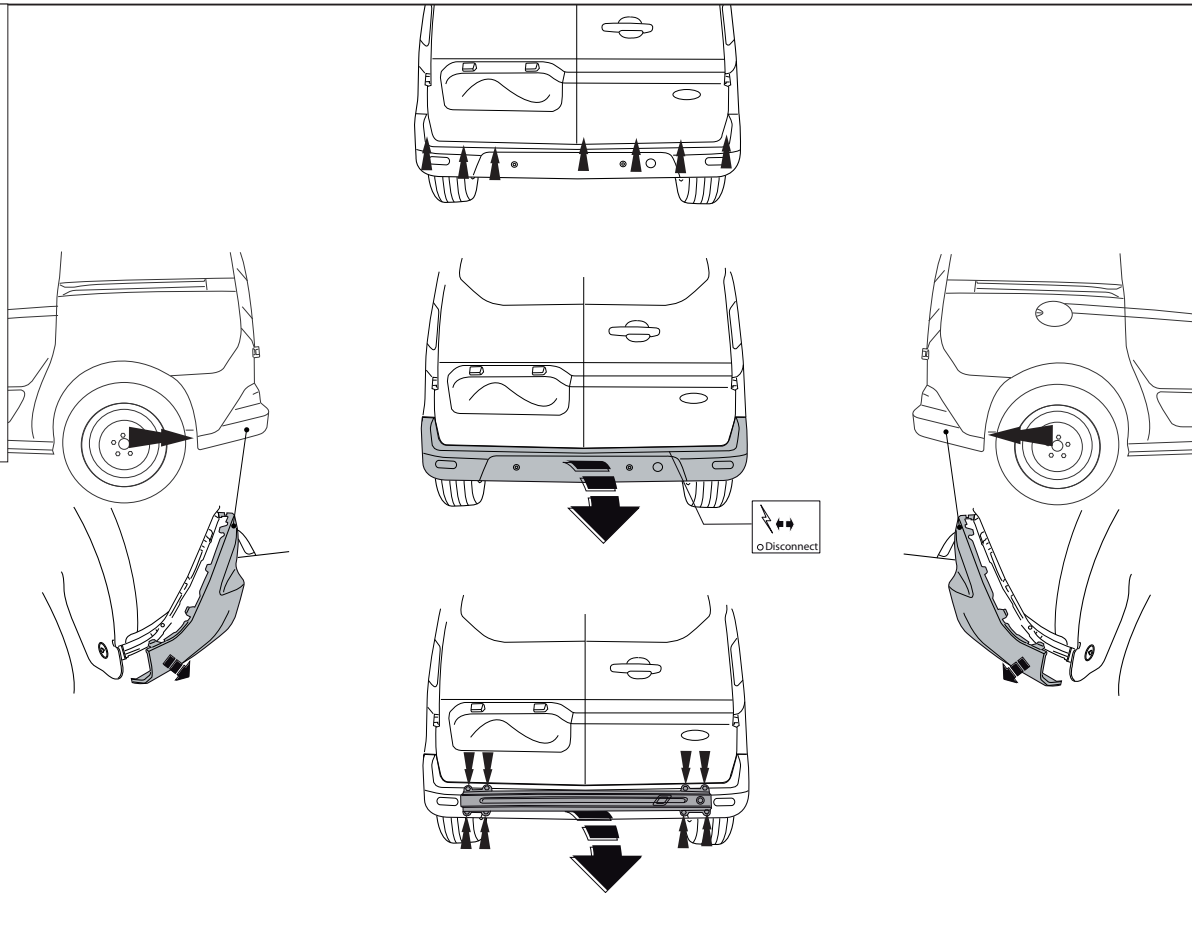

Fig.1
1. Снять бампер вместе со стальным буферным брусом автомобиля буферный брус больше не понадобится. См. рисунок 1 .